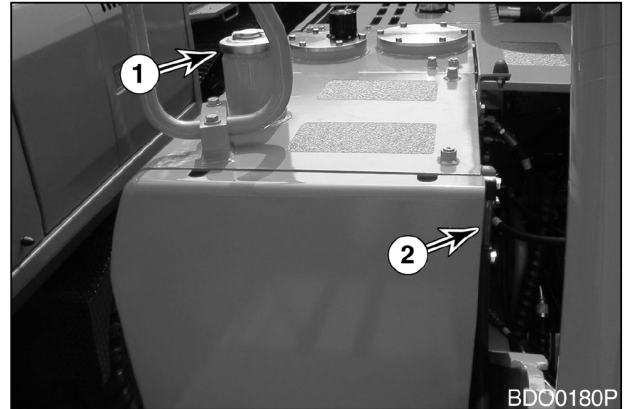

Рис. 18
1. В конце каждого рабочего дня следует заполнять топливный бак. Добавлять топливо следует через трубу заливной горловины топливного бака (1, рис. 18). Если работа выполняется при температуре 0°C или выше, применять ASTM № 2-D или аналог. При температуре ниже 0°C (32°F) использовать стандарт ASTM № 1-D или его аналог.
3. Проверить уровень топлива в баке по показаниям смотрового указателя (2, рис. 18).